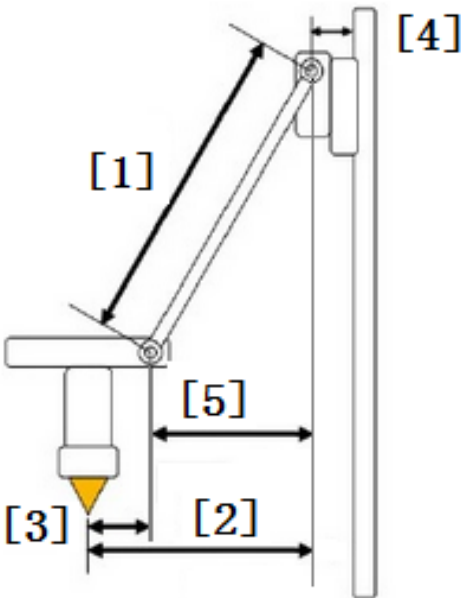

图 10
1.9 修改配置文件“mks_config.txt”字段“DELTA_DIAGONAL_RADIUS”冒号后的数值，配置图 10 中[1]的数值
1.10 修改配置文件“mks_config.txt”字段“PRINTER_RADIUS”冒号后的数值，配置图 10 中[2]的数值
1.11 修改配置文件“mks_config.txt”字段“END_EFFECTOR_HORIZONTAL_OFFSET”冒号后的数值，配置图 10 中[3]的数值
1.12 修改配置文件“mks_config.txt”字段“CARRIAGE_HORIZONTAL_OFFESET”冒号后的数值，配置图 10 中[4]的数值
1.13 修改配置文件“mks_config.txt”字段“ROD_RADIUS”冒号后的数值，配置图 10 中[5]的数值